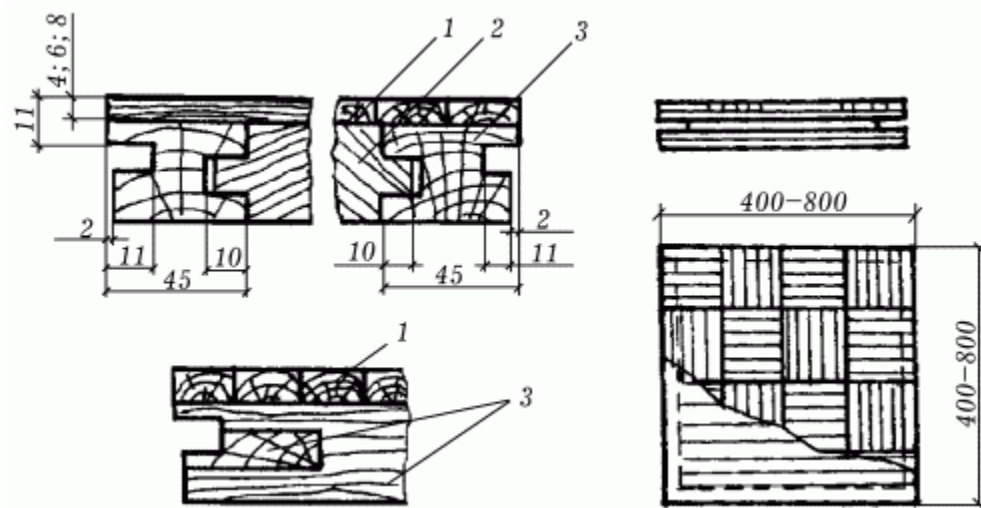

Рис. 5. Паркетные щиты типа ПЩ1: 1– планки лицевого покрытия; 2 – рейки основания; 3 – бруски рамки основания.
1. Паркетные щиты ПЩ1 с рамочным основанием в виде обвязки, угловые соединения которой закреплены на клей, и реек основания, закрепленных в пазах брусков (рис. 5). Иногда основание бывает изготовлено из двух продольных обвязок или реек.